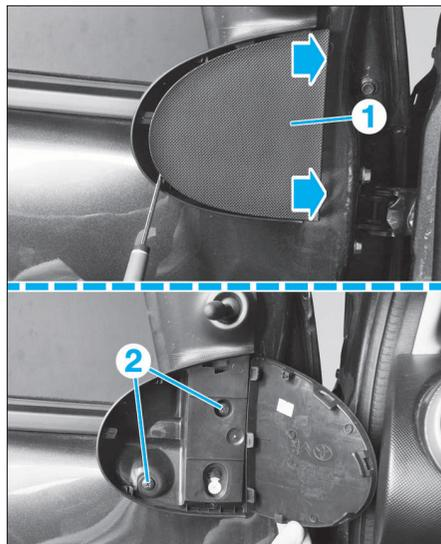

FIG. 73
- Déclipser le cache (1) comme illustré (Fig.73), puis déposer les vis de fixation (2).